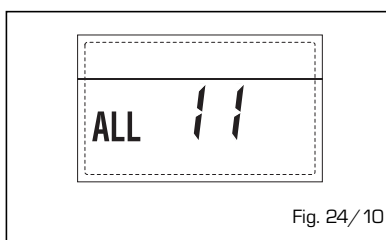

Fig. 24/10
- ANOMALÍA CONFIGURACIÓN "ALL 12" (fig. 24/11)